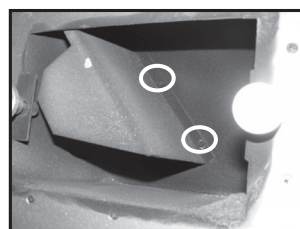

Figura 14
3. Togliere i bulloni dalla piastra di protezione. Vedere la freccia e il cerchietto. Vedere Figura 14.